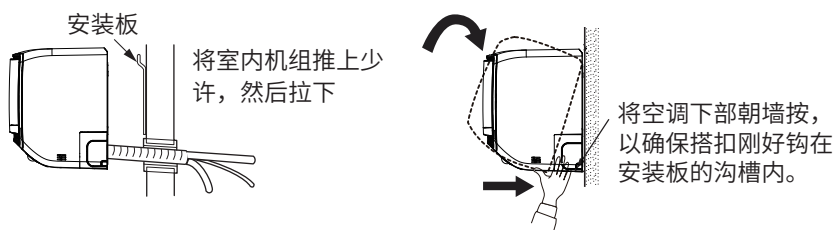

图12
- 如图12所示将室内机组上端钩上安装板，并将机组下端按在安装板上；